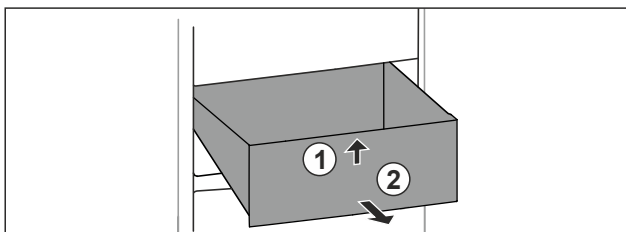

Fig. 136
- Soulever la partie avant du tiroir. Fig. 136 (1).
- Retirer le tiroir par l'avant. Fig. 136 (2)